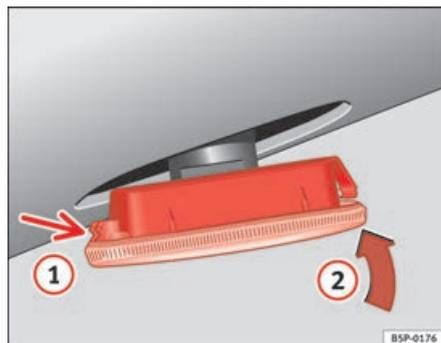

Fig. 161 Clignotants latéraux
- Placez d'abord le clignotant dans l'orifice de la carrosserie, en emboîtant les agrafes ① ⇒ fig. 161, puis emboîtez la lampe comme indiqué par la flèche ② ⇒ fig. 161. ■